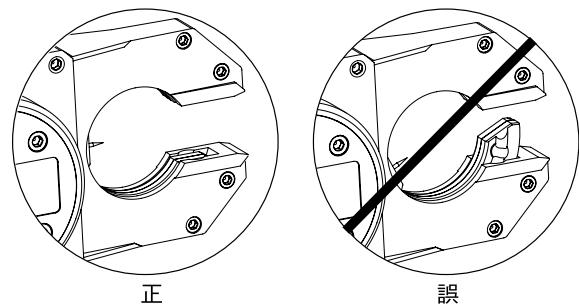

図39：ローターの位置
3. ローターの位置が適切であることを確認します。図39をご参照ください。